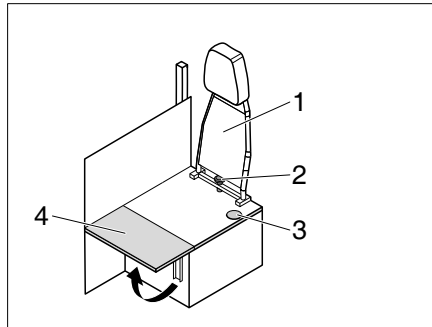

Fig. 214 Transformation conduite-habitation
- Dévisser la vis en étoile (Fig. 214,2) et retirer le dossier (Fig. 214,1) vers le haut.
- Rabattre la rallonge de la banquette (Fig. 214,4).
- ▷ Pour la transformation du mode habitation au mode conduite, répéter ces étapes dans l'ordre inverse. Veiller à ce que la ceinture de sécurité passe par l'ouverture (Fig. 214,3).